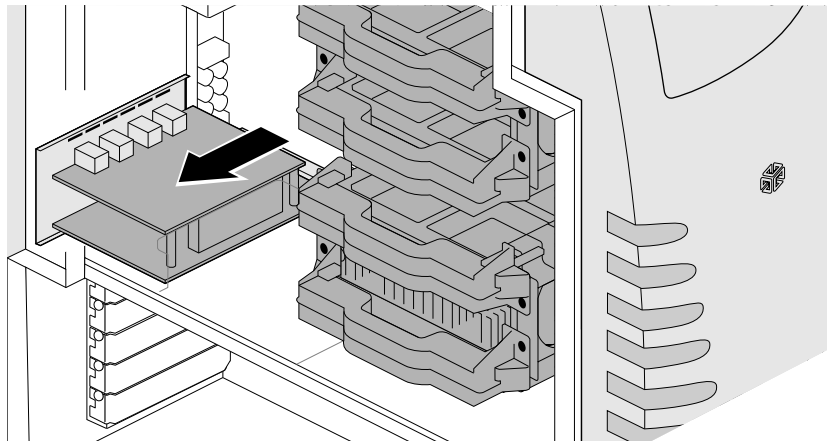

Abbildung 5-22 Lösen der Silicon Graphics SD1100-Karte
8. Drehen Sie sich zur Seite der Workstation hin, lösen Sie die Silicon Graphics SD1100-Karte vom Anschluß auf der Systemplatine und ziehen Sie die Karte zu sich hin. Dabei muß die E/A-Leiste am Gehäuse anliegen. Siehe Abbildung 5-22.